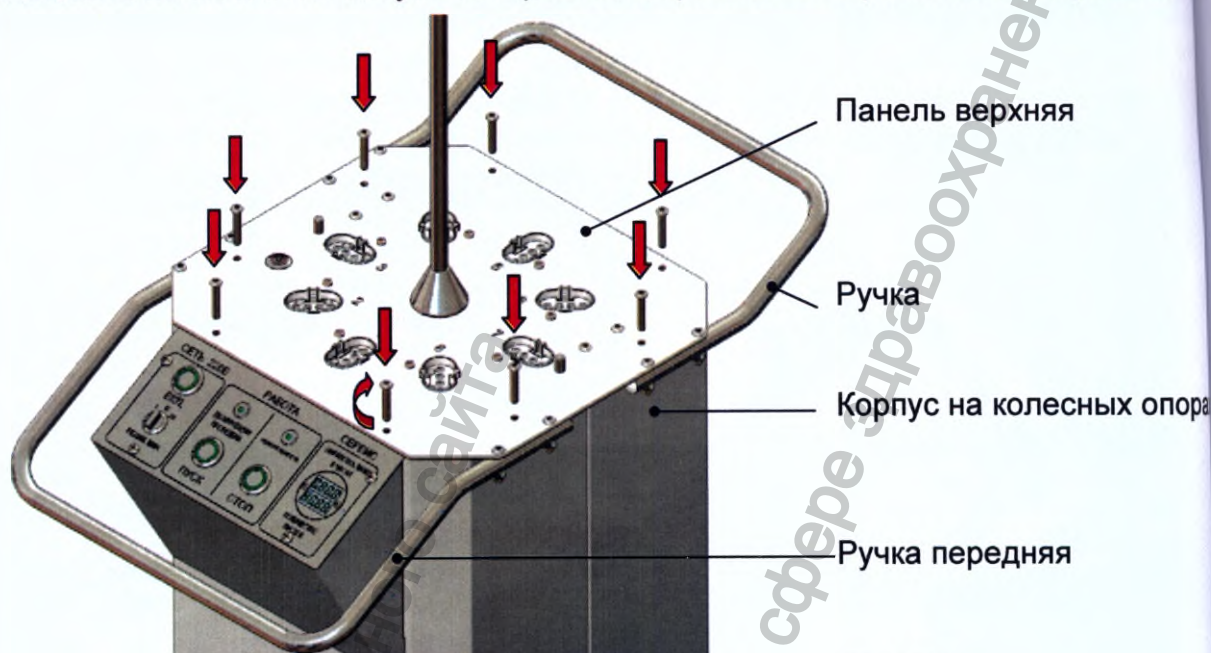

Рис. 28. Установка панели верхней на корпус установки
- Установить на место и затянуть четыре болта крепления верхней панели рис. 28.